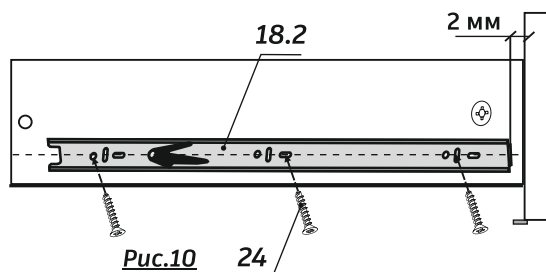

Рис.10
2. **Приложить** направляющую к каждой боковой стенке ящика так, чтобы центры отверстий направляющей совпали с линией на боковой стенке ящика, выдержав размеры, показанные на рис.10
3. **Крепить** направляющие к каждой боковой стенке ящика шурупами 3,5х16 (п.24) – 3 шт (см. рис.10).